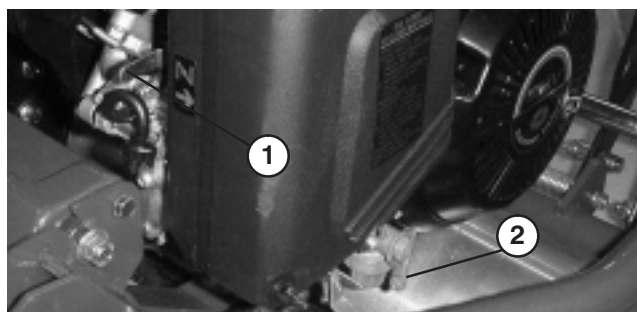

Figure 24
La manette de starter (Fig. 24) se trouve à l'avant gauche du moteur et comporte deux positions : marche et starter. Placez la manette en position Starter pour démarrer à froid. Ramenez la manette en position Marche lorsque le moteur démarre.
Le robinet d'arrivée de carburant (Fig. 24) est situé à l'avant gauche du moteur et comporte deux positions : fermé et ouvert. Placez le levier en position Fermé pour remiser ou transporter la machine. Ouvrez le robinet avant de mettre le moteur en marche.
2. Ouvrez le robinet d'arrivée d'essence sur le moteur (Fig. 24).
5. Réglez la manette de starter (Fig. 24) à mi-course pour démarrer le moteur à froid. Le starter n'est pas toujours nécessaire pour démarrer un moteur chaud.